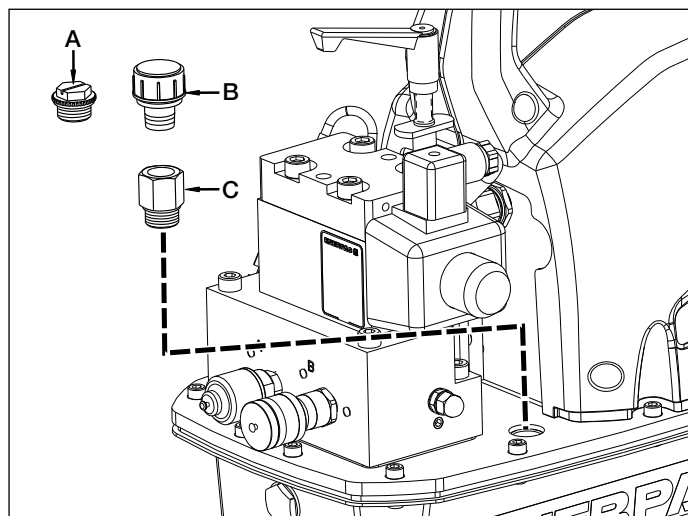

Abb. 2, Entlüftungsvorrichtung (ZU4 abgebildet, ZE4 und ZE5 ähnlich)
4.2 Entlüftungsvorrichtung (siehe Abb. 2)